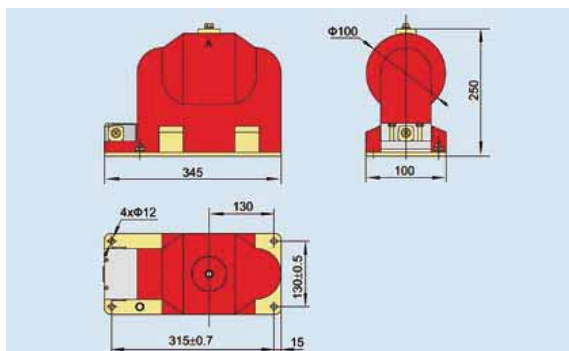

Рис. 6.2 Внешний вид и размеры трансформатора напряжения JDZX9-10
6.2 Внешний вид и размеры трансформатора напряжения JDZX9-10 (см. рис. 6.2):